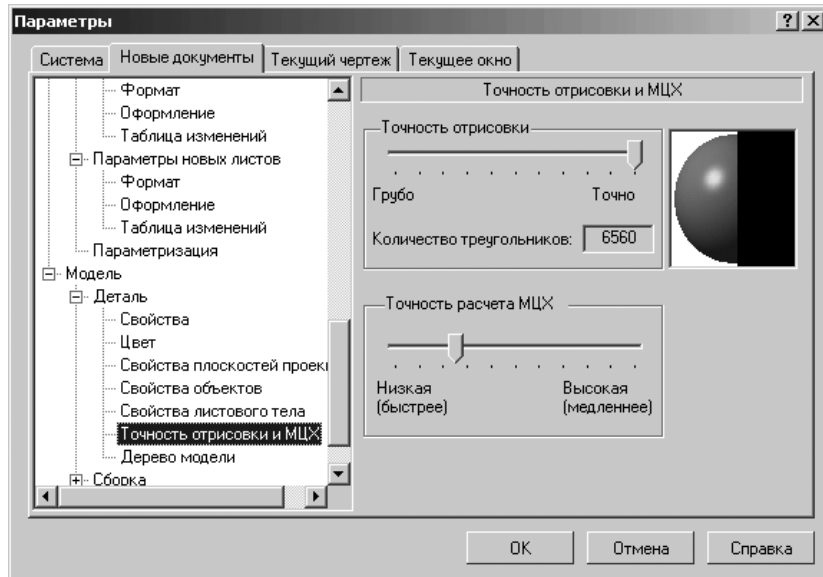

Рис. 10.97. Диалоговое окно **Параметры** с открытой вкладкой **Новые документы** и панелью **Точность отрисовки и МЦХ**
- щелкните в списке настраиваемых элементов  **Деталь** по пункту **Точность отрисовки и МЦХ**. В правой части появится панель **Точность отрисовки и МЦХ**, показанная на рис. 10.97.
- щелкните в списке настраиваемых элементов  **Сборка** по пункту **Точность отрисовки и МЦХ**. В правой части появится панель **Точность отрисовки и МЦХ**, аналогичная той, которая показана на рис. 10.97;